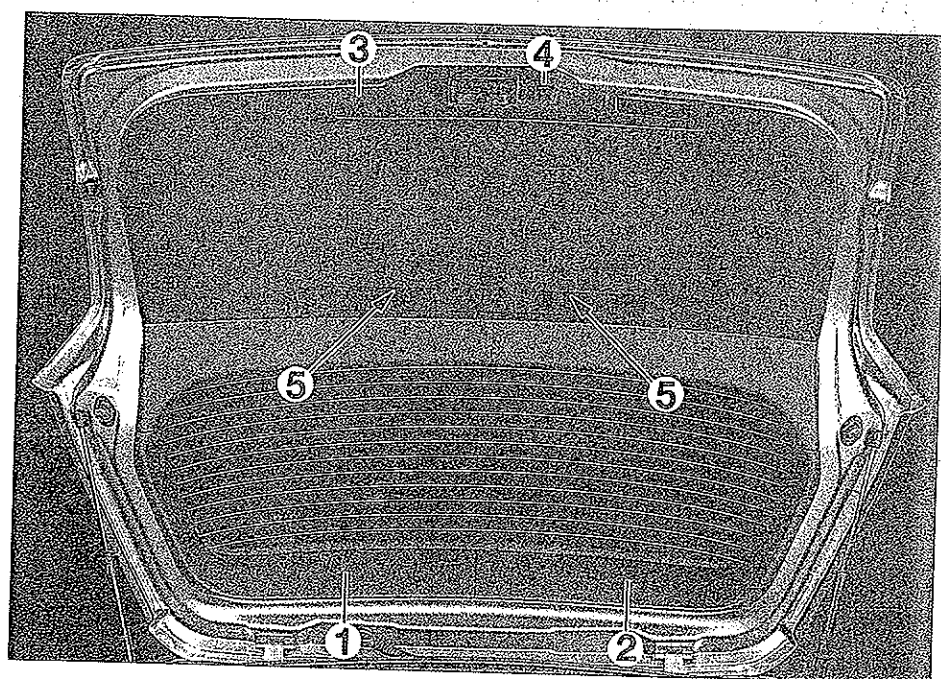

FIG. 64
- Desengrapar los guarnecidos izquierdo (1) y derecho (2) del marco de luneta trasera (fig. 64).
- Desmontar el clavo (3) de fijación de la empuñadura de sujeción (4).
- Desmontar el guarnecido de empuñadura (4).
- Desmontar los dos tornillos de fijación (5) del guarnecido de portón.